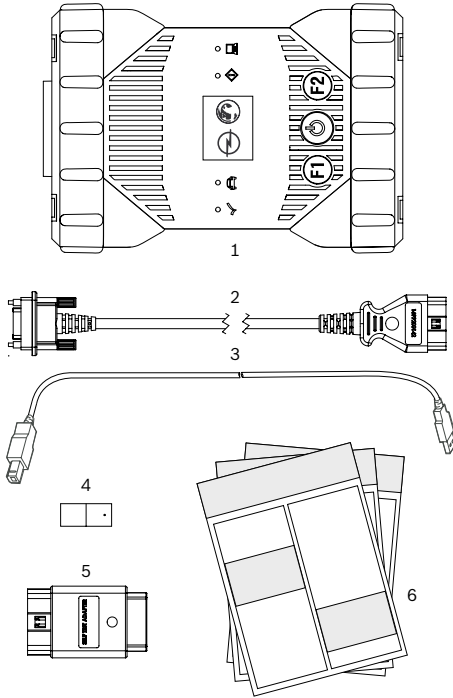

Fig. 1: Fournitures (1a ou 1b)
1. Raccorder Opel-Vauxhall-VCI (Fig. 1, Pos. 1) à l'ordinateur au moyen du câble USB (Fig. 1, Pos. 3).